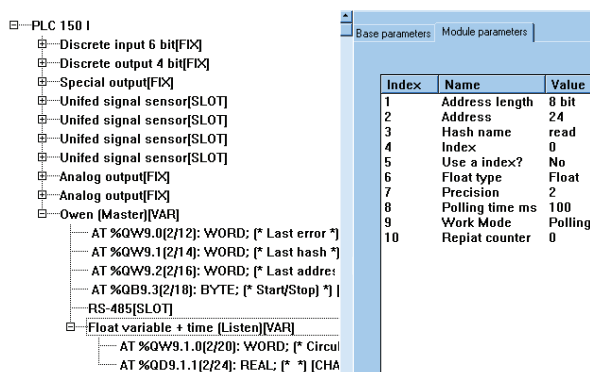
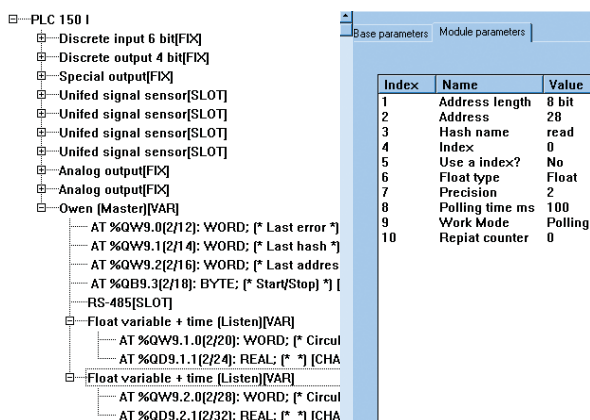

Рис. 6
Рис. 7
Выделите пункт *Float variable + time (Listen)[VAR]* (рис. 6), в правом окне выберите вкладку *Module Parameters*, в столбце *Value* введите значения параметров,
как это показано на рис. 6. В параметре *Address* задайте адрес модуля МВА8, который должен быть кратным восьми (8, 16, 24 или 32). На рис. 6 адрес модуля равен 24. Адрес является переменной с сетевым адресом 24. В соответствии с протоколом ОВЕН этот же адрес (24) будет у первого канала модуля (первый канал имеет адрес прибора, второй – адрес прибора плюс единица и так далее).
Для примера подключим пятый вход модуля МВА8. Для этого в правом окне выберите вкладку *Module Parameters*, в столбце *Value* введите значения параметров, как это показано на рис. 7. Обратите внимание, что по сравнению с рис. 6 изменилось значение только одного параметра – *Address*, равное 28.